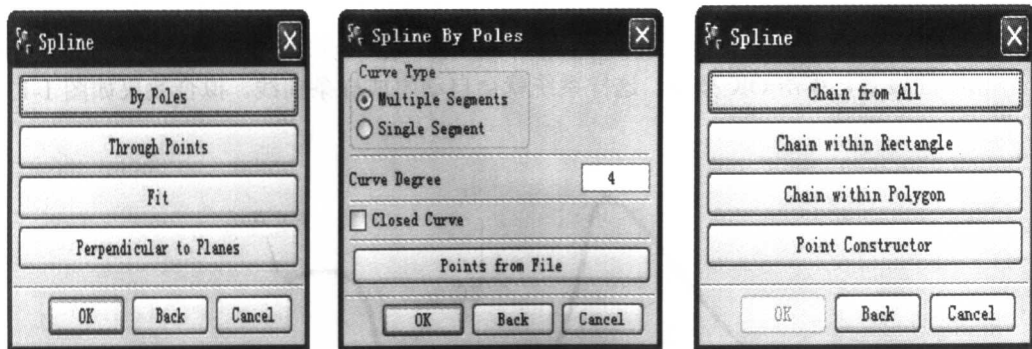

图 1-8 全部链接操作第一步
- 首先进入样条曲线生成方式,然后选择 Through Points 选项,然后在弹出的对话框中输入曲线的阶数为 4,单击 OK 按钮,再在弹出的界面中选择 Chain from All 选项,如图 1-8 所示。